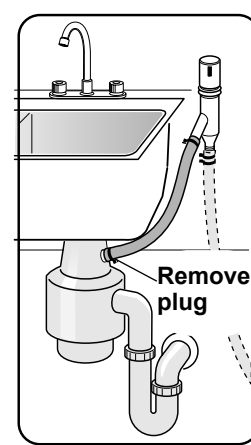

Figure 11
4. Directement sur la connexion du drain du broyeur par un intervalle d'air, figure 11.